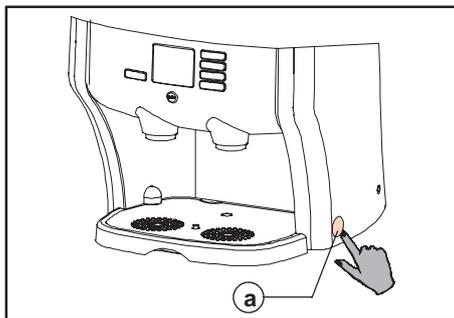

Fig. 35 Interrupteur
1. Arrêtez le distributeur en mettant l'interrupteur en position Off (fig. 35 a). L'écran affiche : "OFF".
15. Mettez le distributeur en marche en mettant l'interrupteur en position On (fig. 35 a).